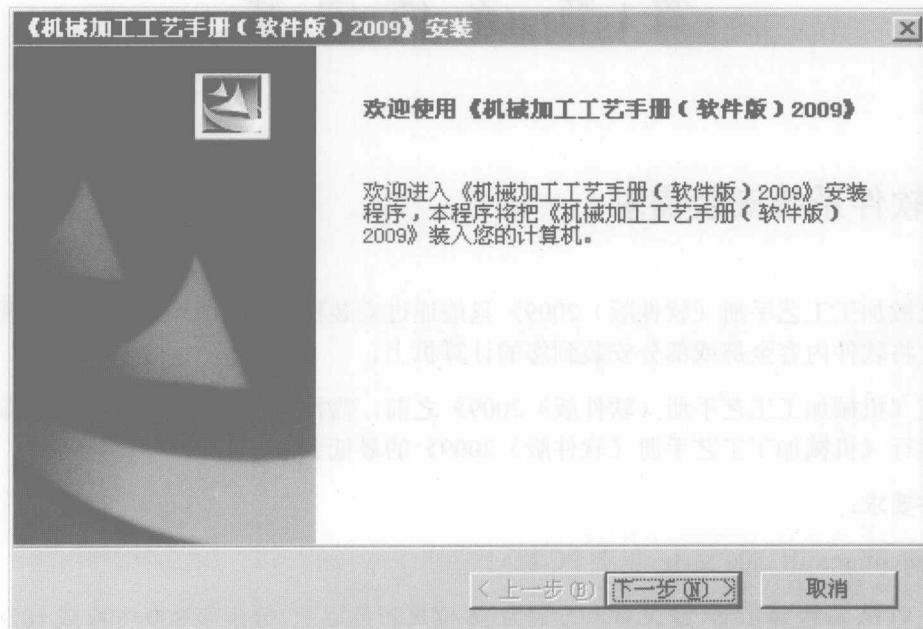

图 1-1 欢迎界面
- (1) 在 CD-ROM 驱动器中放入《机械加工工艺手册（软件版）2009》安装盘。
- (2) 双击安装盘中的安装程序 Setup.exe，用户首先看到的是欢迎界面，如图 1-1 所示。